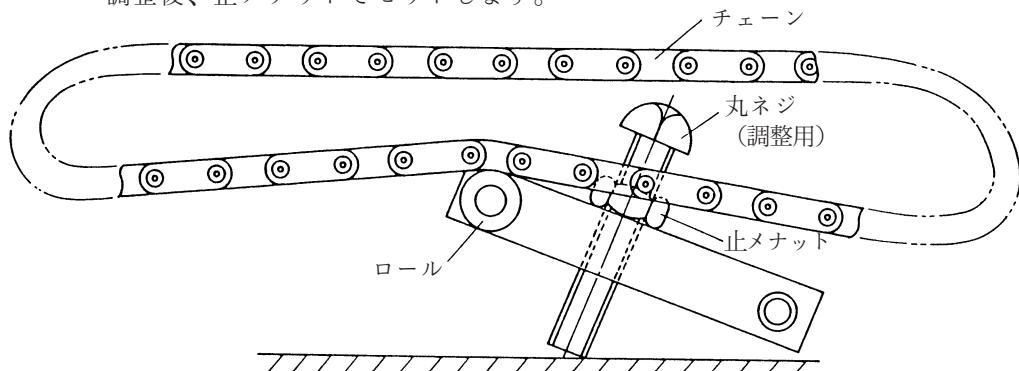

図 11.3 テンションローラ
- (2) 玉軸受を歯車箱に挿入する場合、ねじれがなければ軽く挿入できます。ねじれたままで無理な力を加えないでください。
(3) キャリジ内部のチェーン（図 11.3 参照）